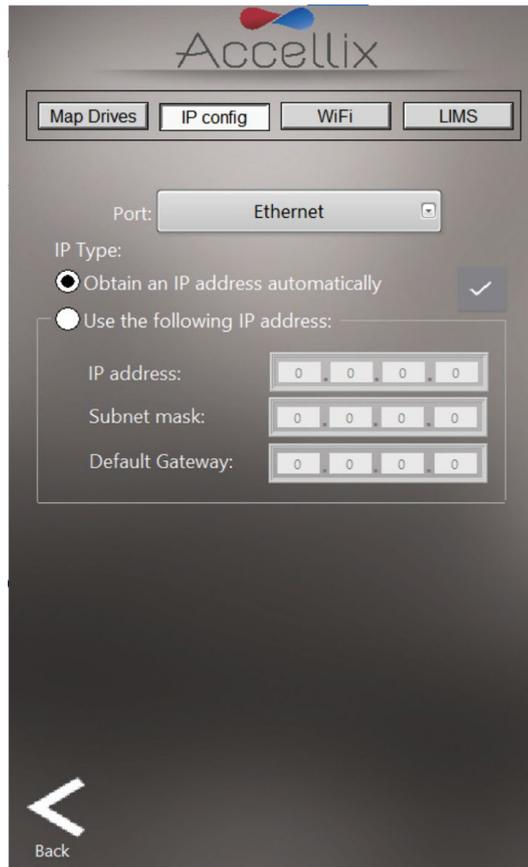

图 27: 网络屏幕: IP 配置选项卡
2. **IP Config (IP 配置)** 选项卡 (图 27) 允许将 Accellix 仪器的两个以太网端口中的任一端口的 TCP/IP 地址配置为使用动态或静态 IP 地址。要设置静态 IP：